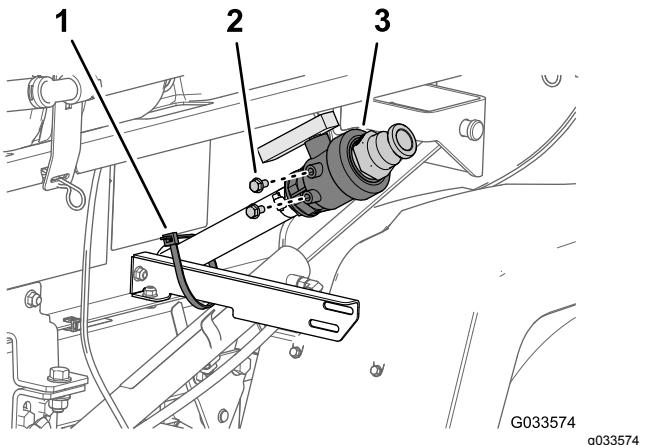

Figura 13
- Rimuovete la fascetta per cavi che fissa la valvola di spurgo e il flessibile del serbatoio dell'irroratrice alla staffa della valvola di spurgo (Figura 13).
- Rimuovete i 2 bulloni a testa flangiata (5/16" x 5/8") dalla scatola della valvola di spurgo (Figura 13).